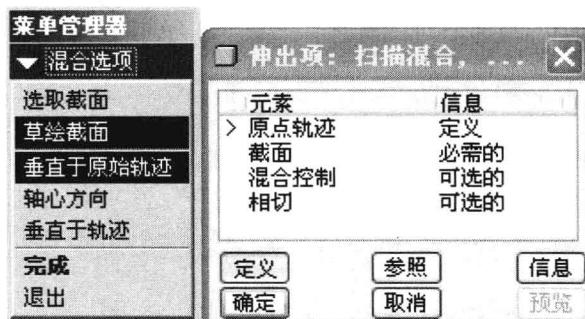

图1-1 扫描混合操作界面
(1) 在野火4.0之前,扫描混合特征(Swept Blend)通过菜单管理器进行操作来选择创建特征所需要的轨迹线、截面等元素,并定义曲面间的相切进行特征的创建,如图1-1所示。